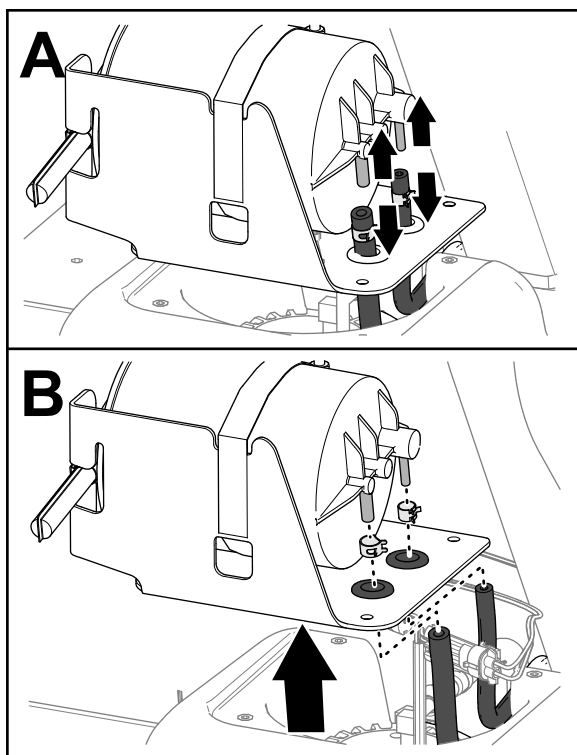

Рисунок 85
4. Отсоедините шланги от штуцеров (Рисунок 85).
5. Снимите шланговые хомуты со шлангов (Рисунок 85).
6. Снимите бачок с активированным углем с топливного бака (Рисунок 85).